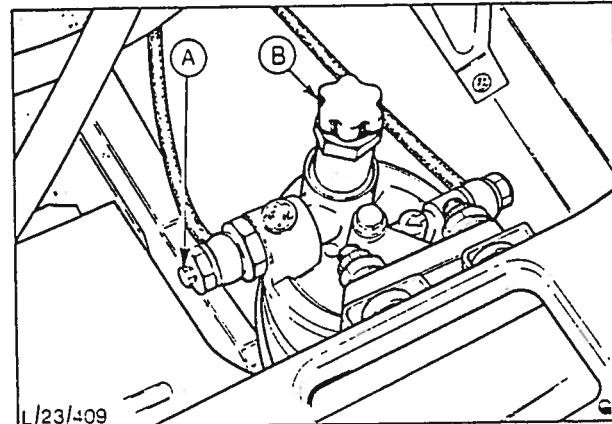

Fig. 24 Brennstoffilter.
3. Plasser et tappekar under brennstoffilteret og løsne filterets utlufningsbolt med ca. 1/2 omdreining (fig. 24).
4. Skru ut håndpumpestemplet (fig. 24) og luft filteret ved å pumpe brennstoff gjennom utlufningsbolten. Trekk til utlufningsbolten.